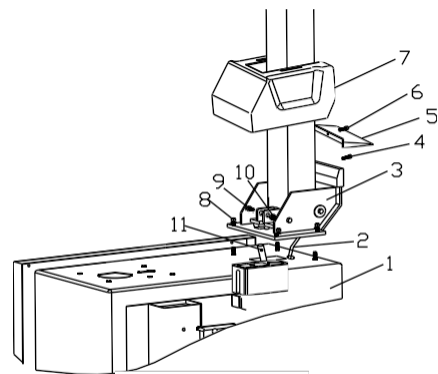

Fig. 3
- 2) Placera det lutbara sätet (3, **fig. 3**) på karossen (1, **fig. 3**)
- 3) Med 4 bultar (M12) trycker du luftslangen (2, **fig. 3**) genom hålet i pelaren. Dra åt de 4 självlåsande muttrarna (8, **fig. 3**).
- 3) Sätt in skruven (9, **fig. 3**) i hålen på både pelaren och lutningscylinderns axel (11, **fig. 3**) och dra åt den med den självlåsande muttern (10, **fig. 3**).
- 4) Skruva loss de två bultarna på det vänstra locket och ta bort locket, anslut den tidigare nämnda luftslangen (2, **fig. 3**) till sidohålen som styr den 5-vägsventilen för lutning. Fäst det vänstra locket.
- 5) Fäst plastkåpan (7, **fig. 3**) med två bultar (4, **fig. 3**).
- 6) Montera det bakre plastlocket (5, **fig. 3**) på kolonnen med skruv (6, **fig. 3**).